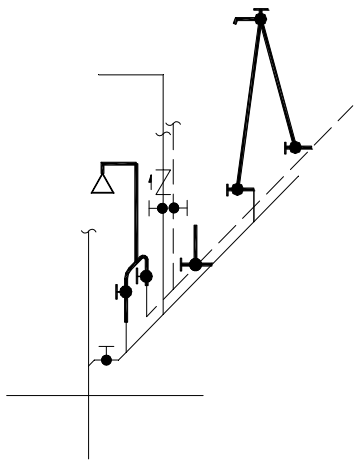

图 14-23 插入给水附件图块
**04** 插入给水附件图块。单击“图库图层”→“图库管理”命令，系统弹出【天正图库管理系统】对话框，在其中选择给水附件图块；在绘图区中点取插入点，结果如图 14-23 所示（可适当延长管线，以便留出足够的空间插入给水附件图块）。